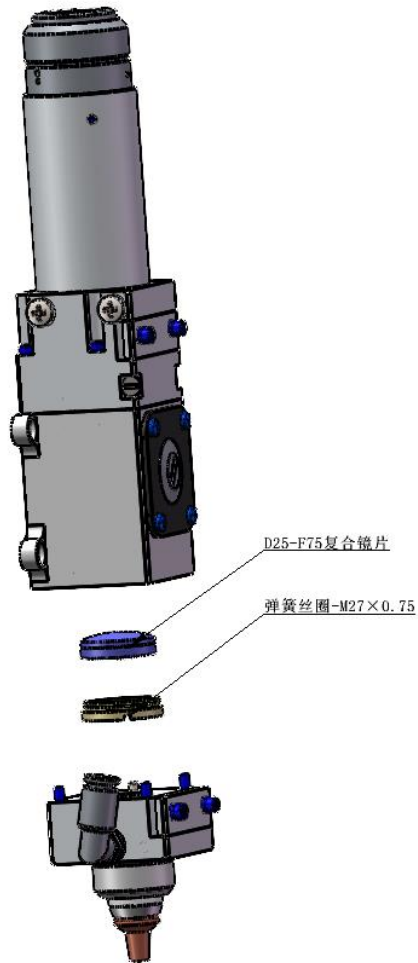

图 14 A135M-F75-F75 激光头聚焦镜示意图
- (1) 拆下激光头，移至洁净场所，清理干净激光头表面所有灰尘；
- (2) 用2.5mm 的内六角扳手拧开聚焦组件的锁紧螺钉（如图14所示），与准直组件连接的部分用美纹纸封好，防止灰尘掉入；
- (3) 用拆镜工具取下弹簧压圈和聚焦镜；
- (4) 清洁或更换聚焦镜片；